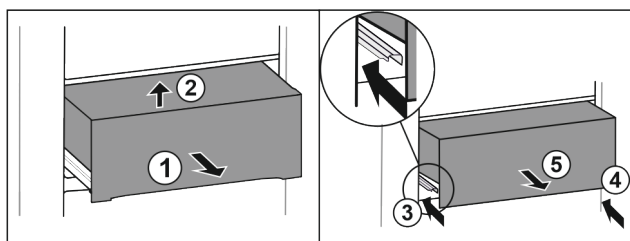

Fig. 28*
- ▶ Estrarre il cassetto a metà Fig. 28 (1).*
- ▶ Sollevare dal lato anteriore Fig. 28 (2).*
- ▶ Inserire la guida a sinistra Fig. 28 (3).*
- ▶ Inserire la guida a destra Fig. 28 (4).*
- ▶ Rimuove il cassetto tirandolo in avanti Fig. 28 (5).*